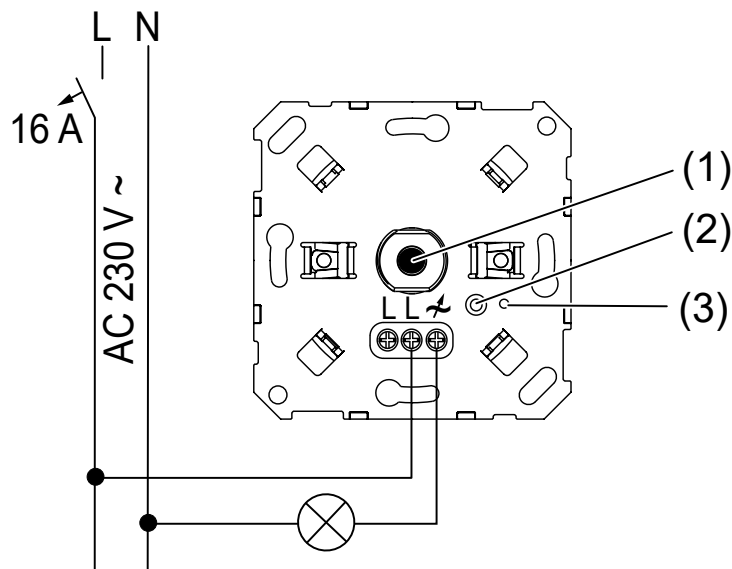

Bild 1: Anslutningsschema
- (1) Vridaxel
- (2) Knappen Prog.
- (3) Status-LED
- (4) Växelomkopplare
- Anslut dimmern enligt anslutningsbilden (se bild 1).